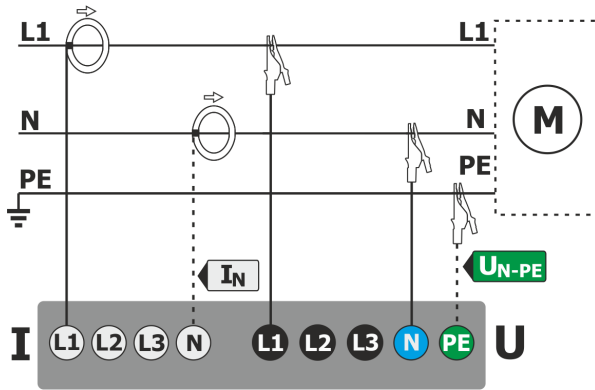

Abb. 38. Schaltbild – Einphasig
- Einphasig (Abb. 38)
**Schritt 2: Anschluss an das Netz.** Schließen Sie den Analysator wie in Abb. 38 ans Netz an. Verbinden Sie die Spannungseingänge L1, N. Zangen müssen nicht angeschlossen werden, da keine Strommessung benötigt wird. Versorgen Sie den Analysator extern mit Spannung, um eine kontinuierliche Spannungsversorgung zu gewährleisten und keine Unterbrechung durch entladene Batterien zu riskieren.